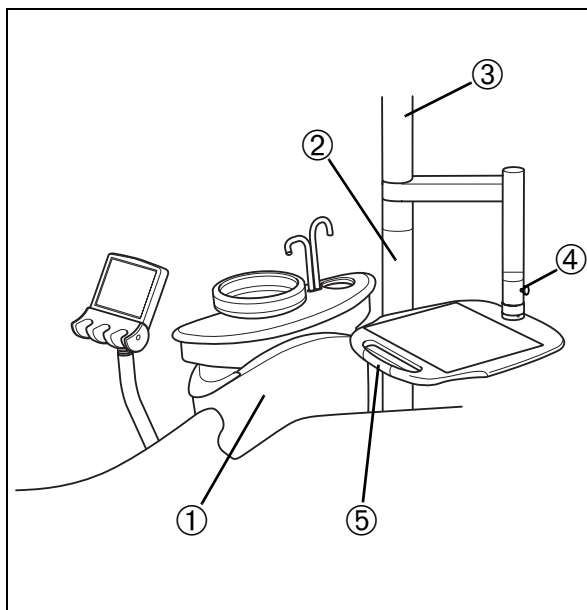

Abb. 1
Die Stuhlspeifontäne U742 ① (Abb. 1) ist serienmäßig zum Anbau an die ULTRADENT-Patientenstühle sowie einige Fremdstühle vorgesehen.
Am Arm des Schwebetisches befindet sich die Einstellschraube ④ (Abb. 1), mit der der Arm in der Vertikalen je nach Belastung mehr oder weniger gebremst werden kann.